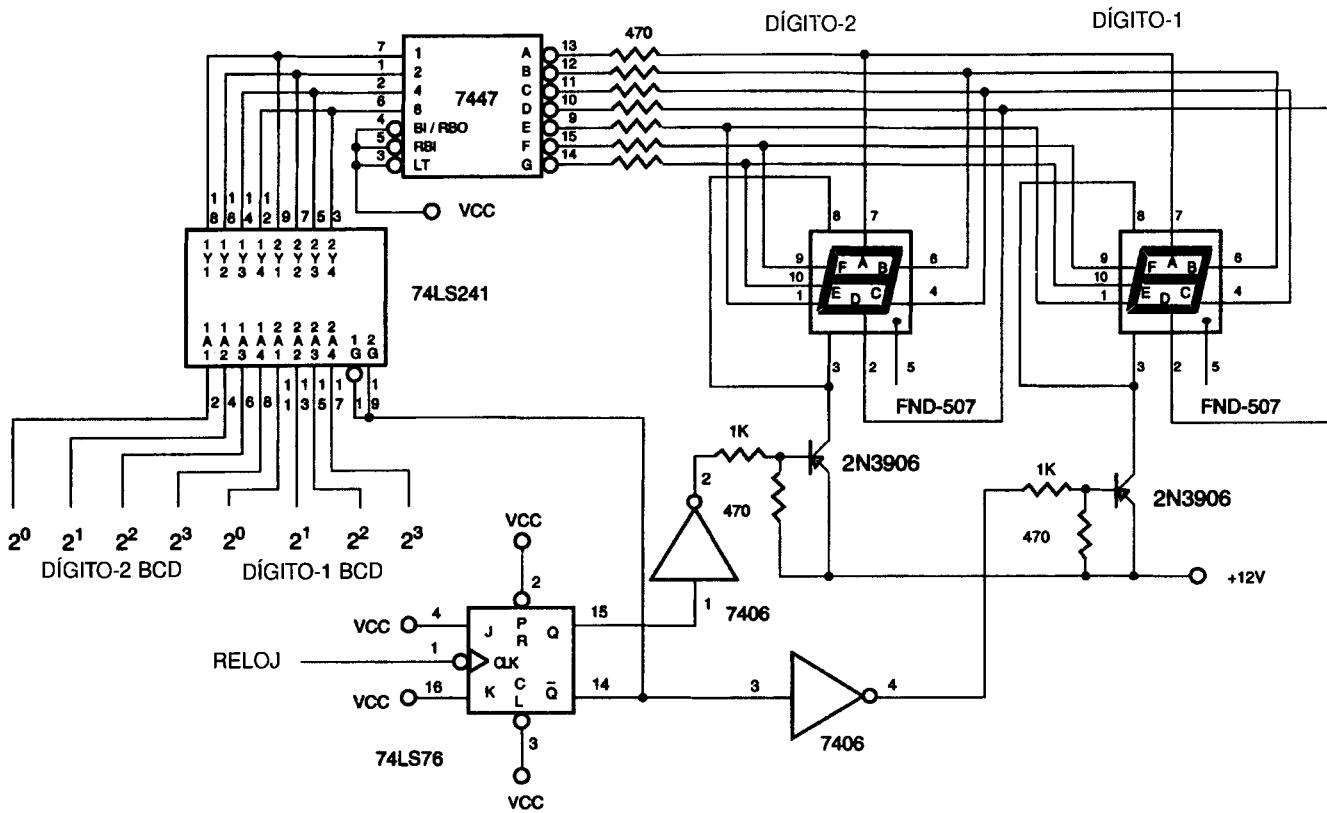

FIGURA 15-12 Multiplexado de dos visualizadores de siete segmentos
El circuito de la figura 15-12 emplea una compuerta de aislamiento óctuple 74LS241 para multiplexar dos dígitos en dos visualizadores de siete segmentos. Cuando la salida Q del 7476 tiene el nivel BAJO, el dígito BCD número 1 pasa por las compuertas de aislamiento de tres estados hacia el 7447, donde es decodificado para excitar un visualizador de siete segmentos. Los visualizadores son de ánodo común. Para que los visualizadores funcionen, el ánodo común debe conectarse al voltaje de alimentación positivo. La salida \bar{Q} es invertida por el inversor número 1 del 7406. El nivel BAJO enciende a Q_1 , y el visualizador de siete segmentos número 1 queda conectado a +12 V a través del transistor encendido.
3. Haga los cambios necesarios al circuito multiplexor de la figura 15-12 para que multiplexe cuatro visualizadores. [3]
19. ¿Qué tipo de LED de siete segmentos se emplea en la figura 15-12? [5]
20. ¿Qué sucedería si la frecuencia del reloj del circuito de la figura 15-12 se redujera a 15 Hz? [4]
1. Construya el circuito de la figura 15-12.